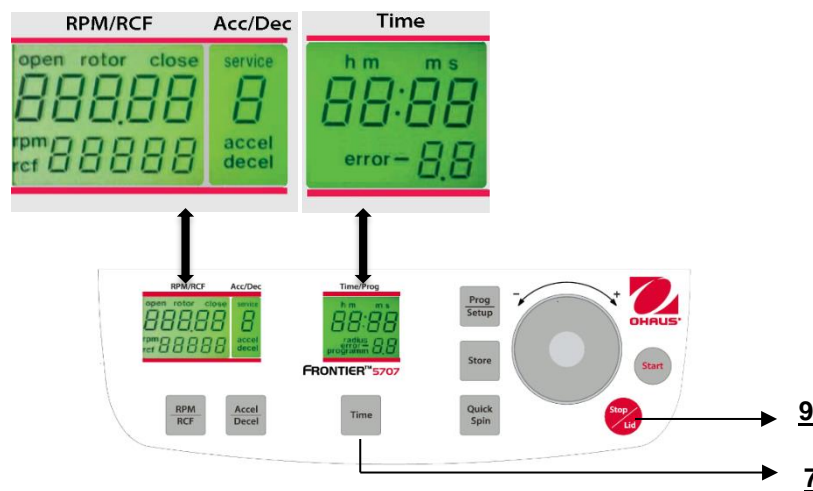

Abbildung. 27
Während die Zentrifuge ausgeschaltet ist, drücken Sie gleichzeitig die Tasten "Time"(7) und "Stop/Lid" (9) und schalten Sie die Zentrifuge am Hauptschalter ein. Lassen Sie nun beide Tasten los und als ein Ergebnis hiervon wird ein Anzeigetest von ungefähr 5 Sekunden durchgeführt. Alle Indikatoren werden gleichzeitig erscheinen (siehe Abbildung 27).